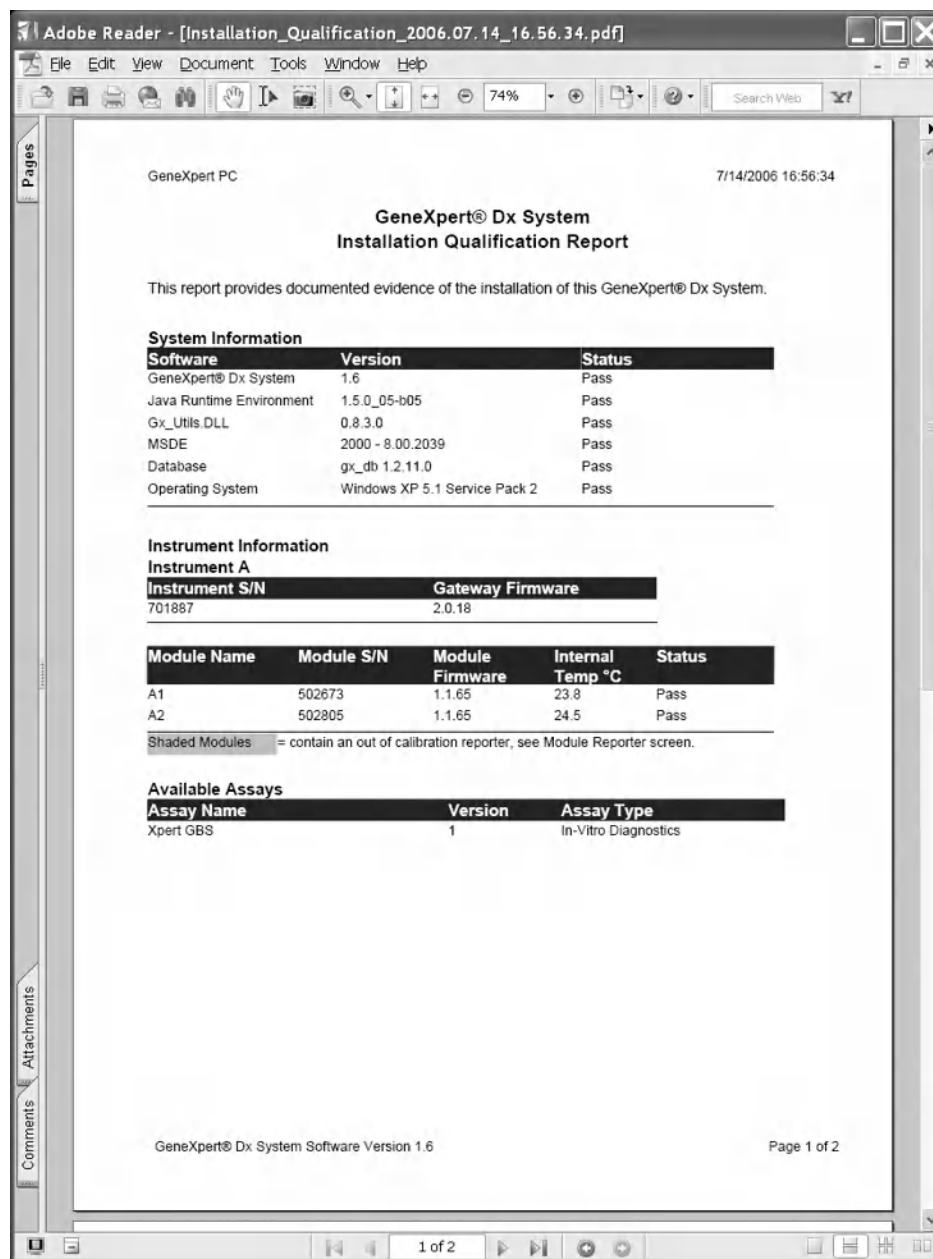

Рис. 2-17. Пример диагностического отчета об установке в окне программы Adobe Acrobat.
1. В окне ПО системы GeneXpert Dx, в меню **Setup** (Настройка), щелкните **Installation Qualification** (Диагностика установки). Появится окно программы Adobe® Acrobat® с диагностическим отчетом об установке системы GeneXpert Dx (Рис. 2-17).